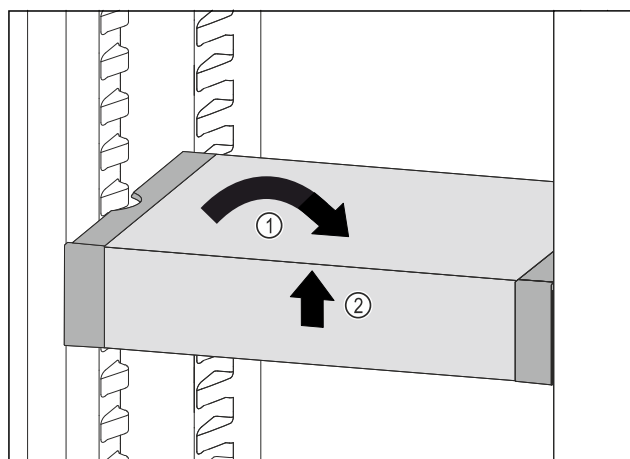

Fig. 89
- Coloque el VarioSafe en posición recta. Fig. 89 (1)
- Levante el VarioSafe por delante. Fig. 89 (2)